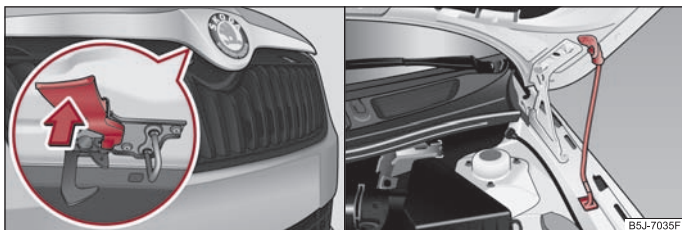

Abb. 13 Kühlergrill: Sicherungshebel / Sicherung der Motorraumklappe mit der Klappenstütze
- Ziehen Sie den Sicherungshebel ⇒ Abb. 13 - links, die Motorraumklappe wird entriegelt.
- Nehmen Sie die Klappenstütze aus der Halterung und setzen Sie die Klappenstütze in die dafür vorgesehene Öffnung ⇒ Abb. 13 - rechts.